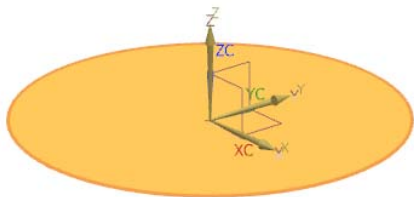
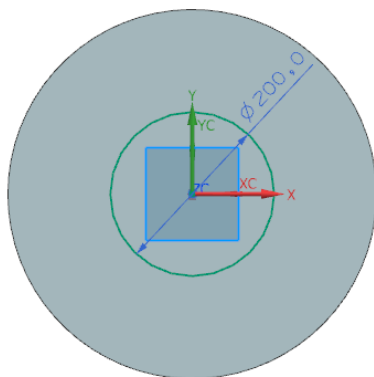

图 4-21 选择草图工作平面
图 4-22 绘制草图
(3) 在视图区选择如图 4-21 所示的平面为草图工作平面，单击按钮，进入草图绘制环境，绘制如图 4-22 所示的草图。